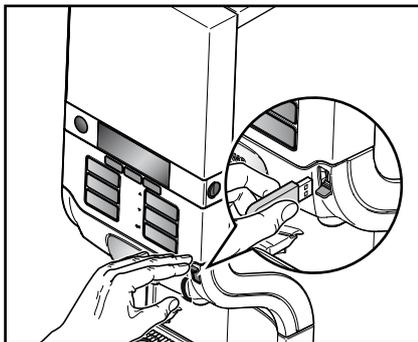

図29
- ・ 付属されているUSBキーを装置のUSB接続部に差し込んでください。(図29)